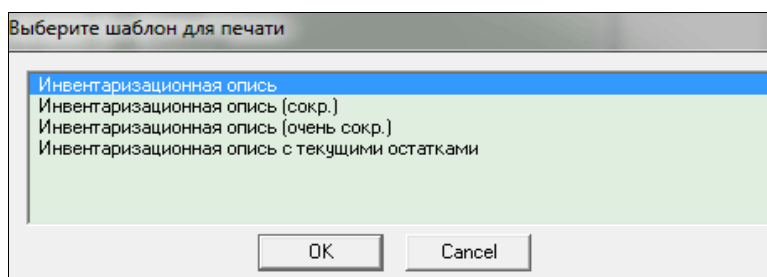

Рис. 9.4.
3. выбрать шаблон печати (см. рис. 9.4.).